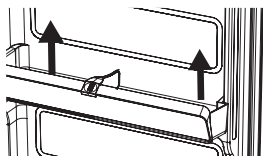

Fig.4
- Empuje el anaquel con fuerza moderada hacia arriba, y extráigalo del aparato. Ver Fig. 4